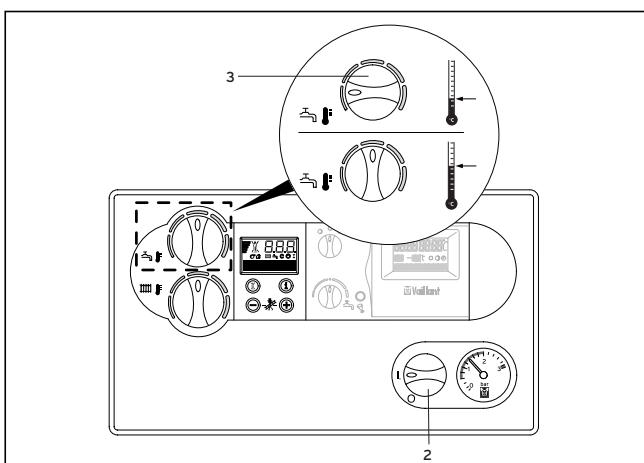

Fig. B.5: Varmtvandsopvarmning
4.3.1 Varmtvandsopvarmning (fig. B.5)